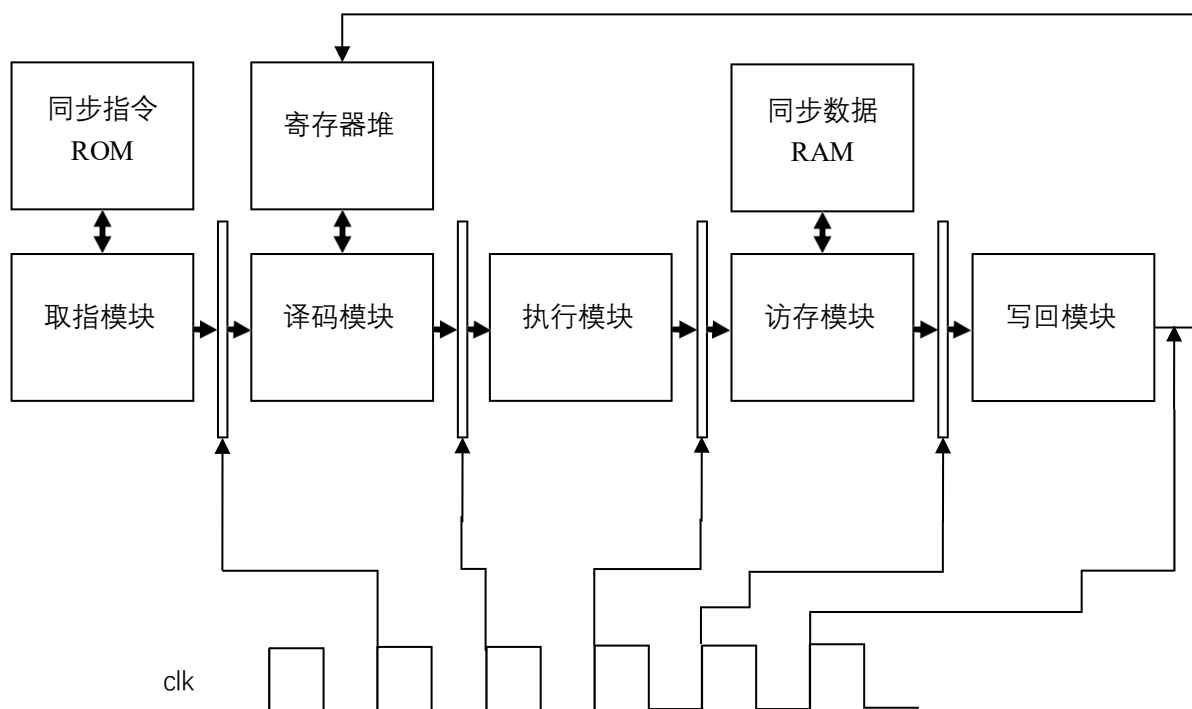

图 1 多周期 CPU 的大致框图
3. 画出升级后的多周期 CPU 的框图，大致框图如图 1。从图中可以看出指令每个周期走完一个功能块，进入下一个功能块。标注的 clk 箭头是去往相邻模块的中间锁存器，因为每个模块的输出需要锁存到寄存器中，下一个模块会从该寄存器中读出数据作为自己的输入，寄存器的锁存是需要时钟控制的。值得注意的是，写回模块所做的就是从访存模块获取要写入寄存器堆的数据和目的寄存器，送往寄存器堆，其所需的 clk 信号是最终发生在寄存器堆的写操作上的。自己设计的框图中要力求精细。